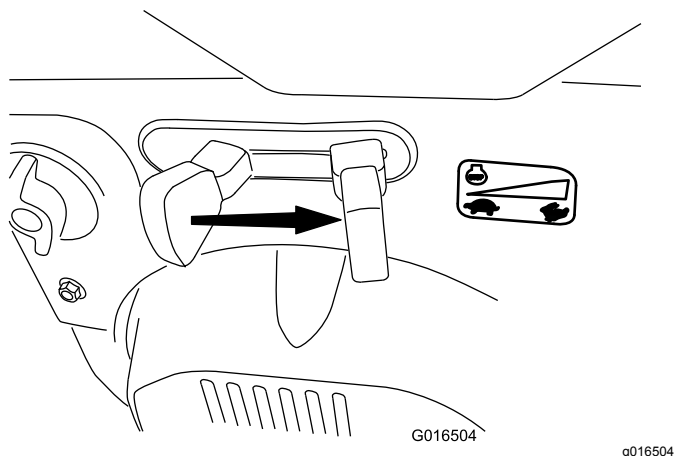

Figura 28
6. Spostate l'acceleratore alla massima, in posizione FAST (veloce) (Figura 28).